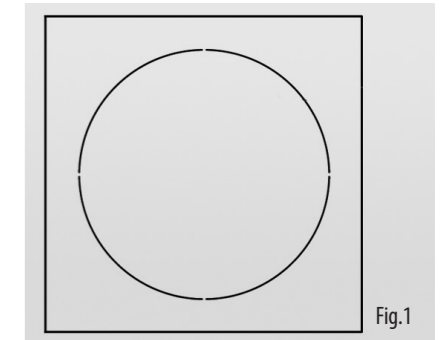

Fig.1
2. De luidsprekers worden geleverd met een standaard luidsprekerkabelklem (Afb.1) en een optionele wartel voor EN5424-toepassingen (Afb.2). (Houd er rekening mee dat EN5424 niet van toepassing is op de CVS 801S en CVS801SLZ subwoofers.)